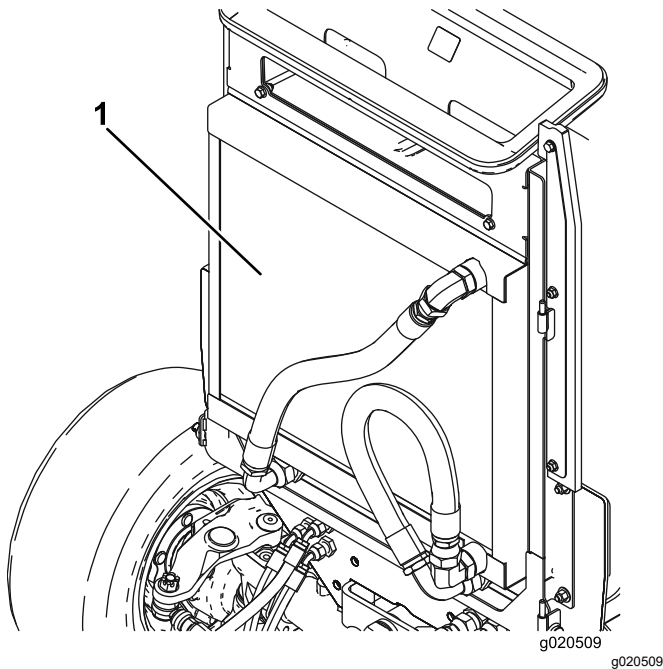

図 157
6. オイルクーラとラジエターの両方の裏表 **図 157**を圧縮空気で丁寧に清掃する。前側から清掃を始め、車体後方に向けてごみを吹き飛ばす。その後、今度は後ろ側から前側に向かって吹きつけて清掃する。この作業を数回繰り返してごみやほこりを十分に落とす。